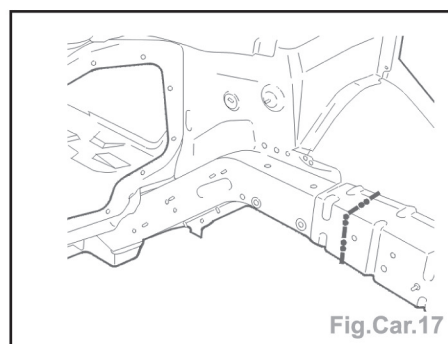

Fig.Car.17
- Découper par fraisage des points et tracer, puis découper le brancard et le renfort de brancard (coupe provisoire) (Fig.Car.17).